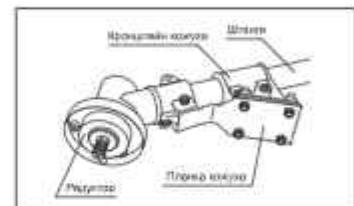

Рис. 3
- Установите защитный кожух на штангу, расположив его между кронштейном и планкой защитного кожуха, и зафиксируйте его четырьмя винтами (рис. 3).